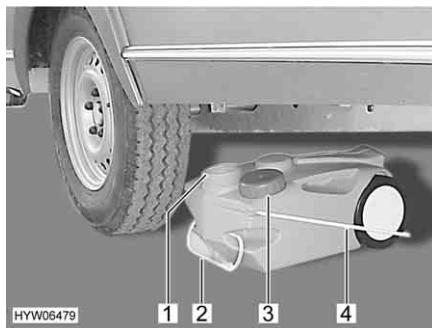

Fig. 157 Serbatoio delle acque grigie,
- Chiudere l'apertura del serbatoio delle acque grigie (Fig. 157,1) con il coperchio (Fig. 157,3).
- Estrarre il serbatoio delle acque grigie tramite la maniglia (Fig. 157,2).
- Sollevare verso l'alto la maniglia da asporto (Fig. 157,4) e posizionare verticalmente il serbatoio delle acque grigie.